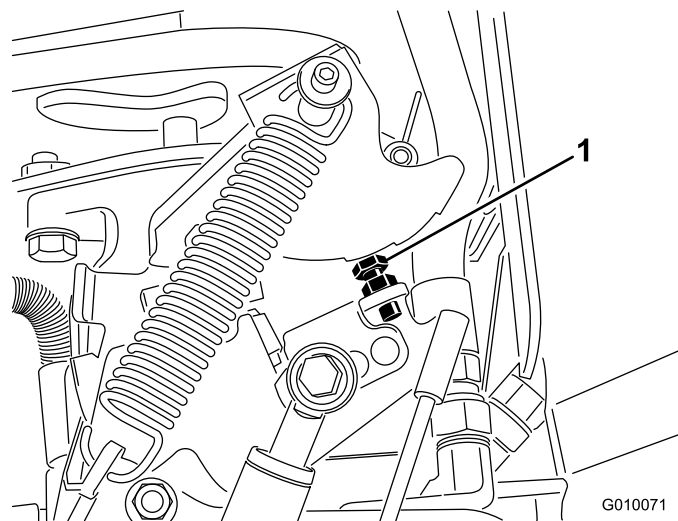

Рисунок 66
5. При необходимости регулировки подведите упорный болт (Рисунок 66) к упорной плите для уменьшения расстояния между проколами или отведите его от упорной плиты для увеличения расстояния между проколами.